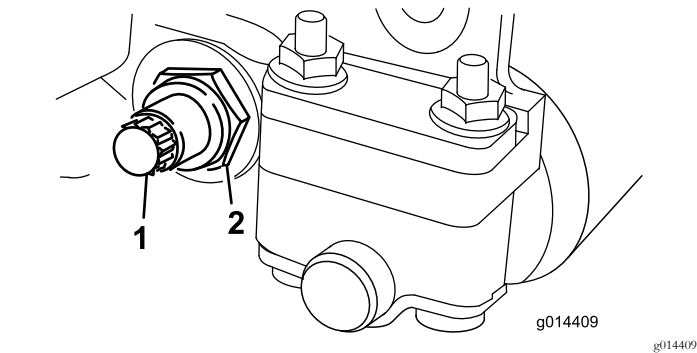

图20
3. 在机器的另一侧松开固定底刀架螺栓 图20 的锁紧螺母。
4. 拆下两个底刀架螺栓向下拉动底刀架并从机器螺栓 图 20 上拆下来。